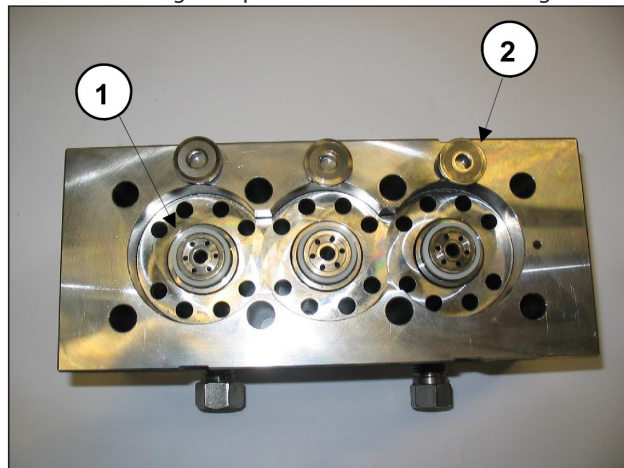

Fig. 41
**Durante lo smontaggio delle camicie fare attenzione a non disperdere le sedi valvola ① e le valvole piane ②, come indicato in Fig. 41, le quali essendo posizionate solo a battuta potrebbero cadere.**